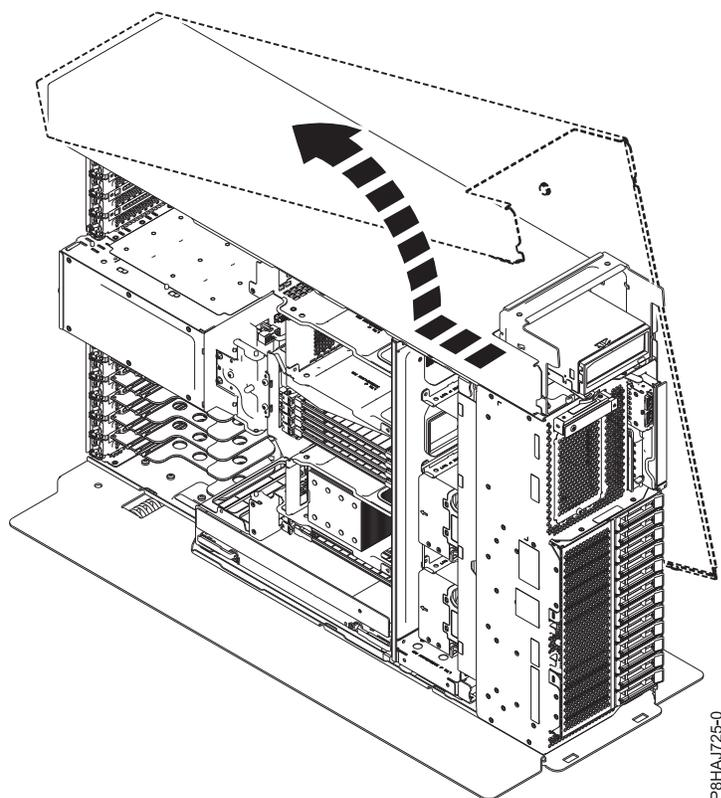

Figure 45. Retrait du capot latéral du système 8286-41A
5. Séparez le capot latéral du système en le faisant coulisser dans la direction indiquée figure 45.